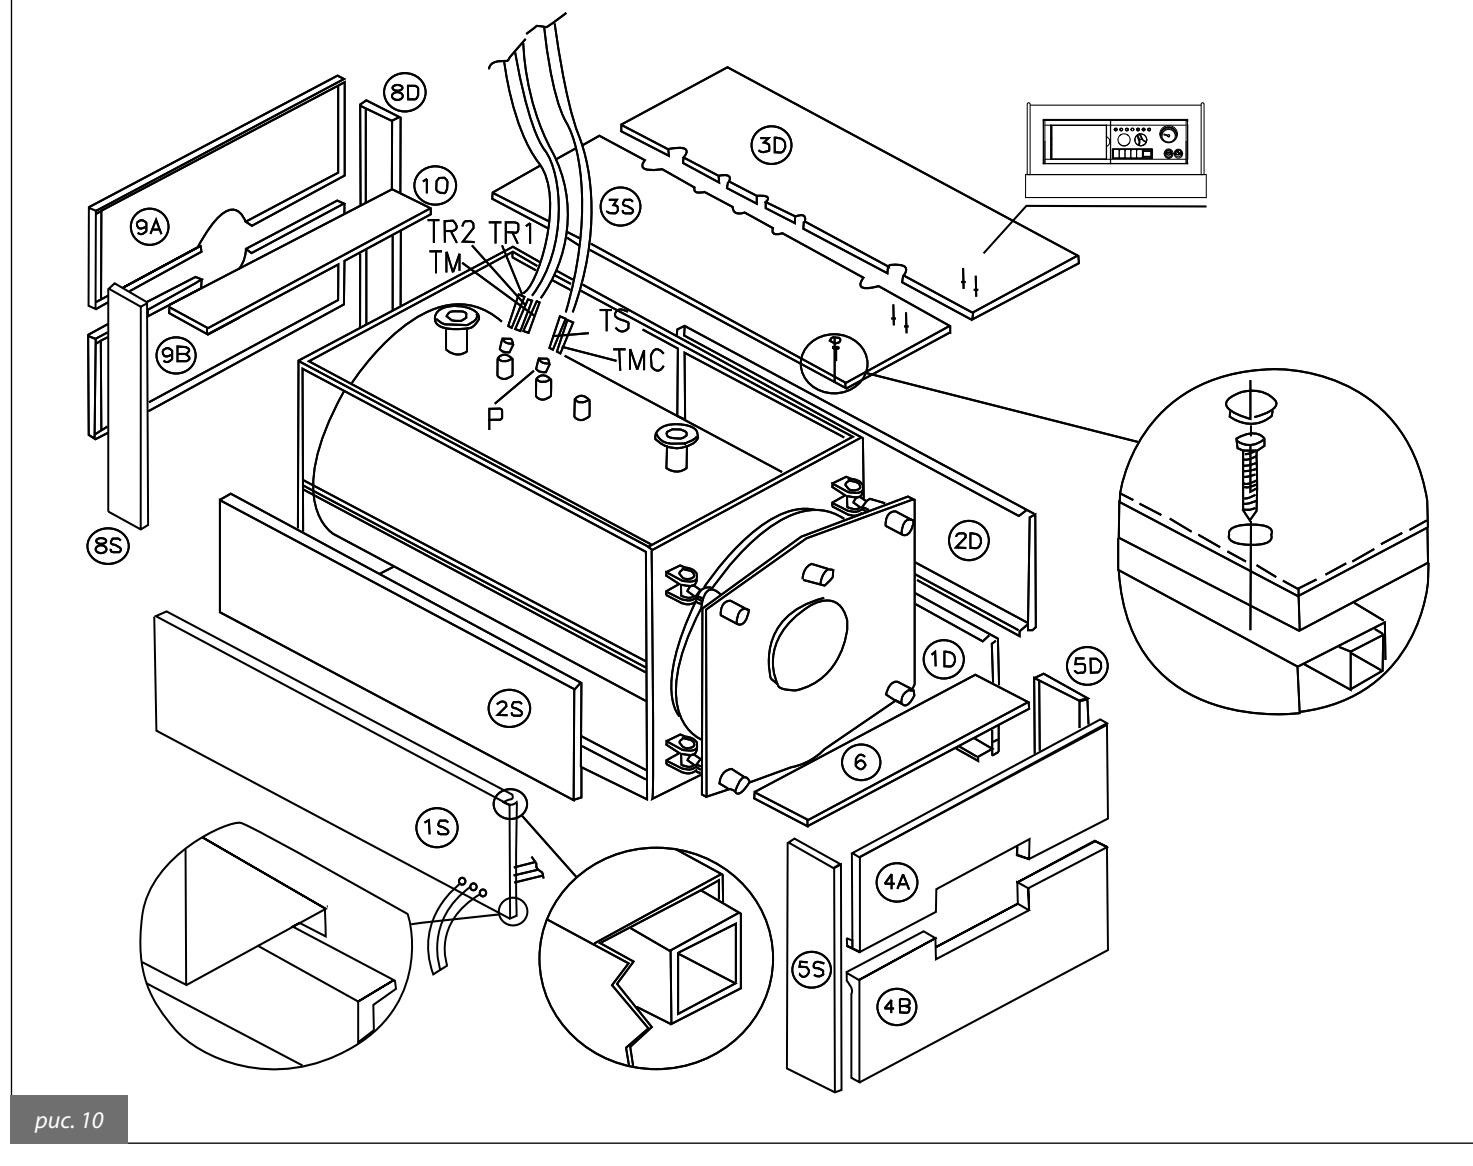

рис. 10
## 4.2. Обшивка котла панелями для RODI DUAL и RODI DUAL HR 500÷1300 (рис. 10)
- ф) Установить панели (5S) (5D), закрепляя на боковых панелях с помощью соответствующих скоб, после чего установить передние панели (4B) и (4A), закрепляя их на панелях (5S) и (5D). Закрыть обшивку дверцы верхней панелью (6), закрепив ее винтами и закрыв проходные отверстия заглушками (см. рис. 10).
- г) Установить панели (8S) и (8D), закрепляя их на боковых панелях с помощью соответствующих скоб, после чего установить передние панели (9B) и (9A), закрепляя их на панелях (8S) и (8D). Закрыть обшивку дымохода с помощью верхней панели (10), закрепив ее винтами и закрыв проходные отверстия заглушками.